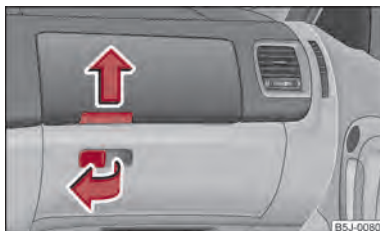

Fig. 67 Cuadro de interruptores: Compartimentos guardaobjetos en el lado del acompañante
- Tirar de la empuñadura en la tapa en sentido de la flecha ⇒ fig. 67 y abrirla.